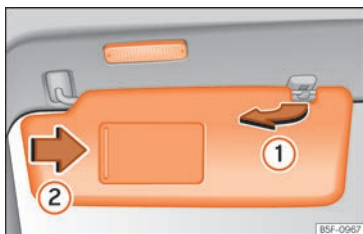

Abb. 124 Sonnenblende.
- Die Sonnenblende kann aus der Halterung herausgezogen und zur Tür »» Abb. 124 ① geschwenkt werden.